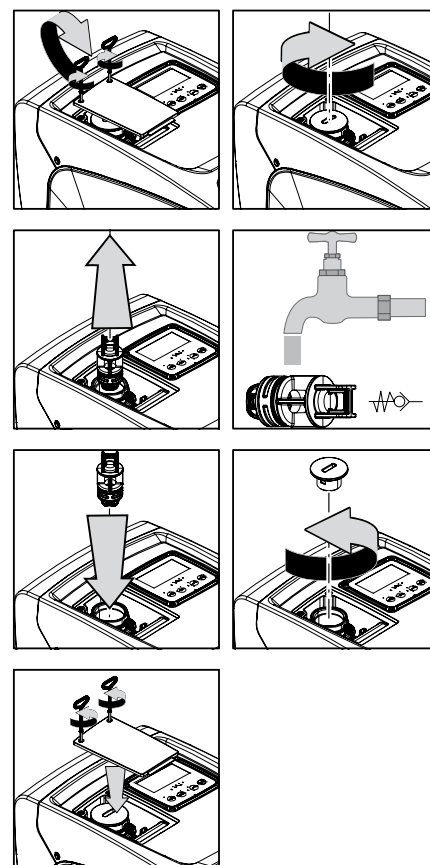

Abbildung 22
1. die Zugangsklappe zum Fach für die außerordentliche Wartung ausbauen (Abb.1 Seite F), indem die 2 Verschlusschrauben mit dem Zusatzwerkzeug gelöst werden. Es empfiehlt sich die Schrauben nicht ganz zu entfernen, damit sie verwendet werden können, um die Klappe abzuziehen. Darauf achten, dass die Schrauben nach dem Ausbauen der Klappe nicht in das Innere des Systems fallen (Abb.22);
2. mithilfe eines Schraubendrehers den 1"1/4 Deckel ausbauen, um auf das Rückschlagventil zuzugreifen (Abb.22);
3. mithilfe einer Zange die Kartusche des Rückschlagventils ohne zu drehen abziehen, indem an der vorbereiteten Brücke angesetzt wird (Abb.22): Dieser Vorgang könnte eine gewisse Kraft erfordern;
5. die komplette Kartusche erneut in ihren Sitz einsetzen: Der Vorgang verlangt die notwendige Kraft für das Zusammendrücken der beiden O-Ring-Dichtungen (Abb.22);
6. den 1"1/4 Deckel bis zum Anschlag einschrauben: falls die Kartusche nicht korrekt in ihren Sitz eingedrückt wurde, erfolgt dies spätestens beim Einschrauben des Deckels (Abb.22);
7. die Klappe wieder anbringen und die 2 Schrauben festziehen (Abb.22).